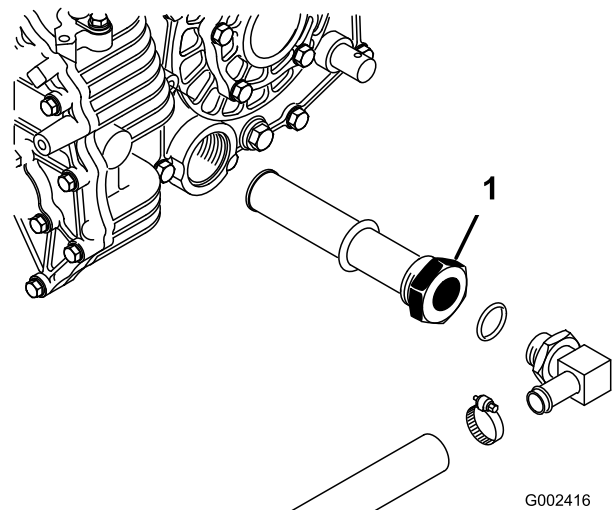

Figura 78
2. Rimuovete il tappo di spurgo (Figura 78) dal lato del serbatoio, e lasciate scorrere il fluido idraulico in una bacinella.